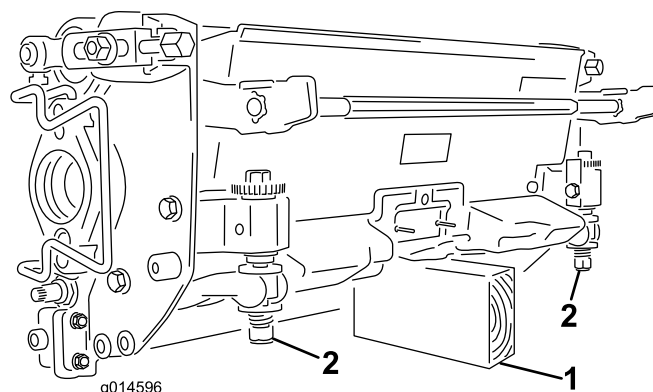

Рисунок 29
**Внимание:** Если необходимо наклонить режущий блок, подложите опору под заднюю часть режущего блока, чтобы гайки регулировочных винтов неподвижного ножа не упирались в рабочую поверхность (Рисунок 29).